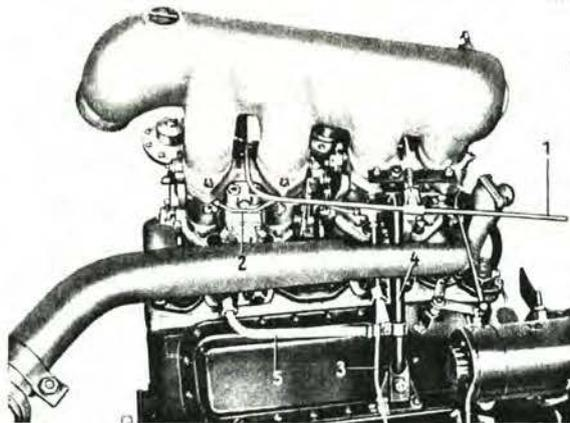

Bild 01-4/6
2. Die Strebe (4) zur Abstützung der Vergaseranlage am Luftsaugrohr (Bild 01-4/6) und die Sechskantmutter vom Luftsaugrohr abschrauben.
3. Die Schnappverschlüsse (5) am Luftfilter öffnen, den Gummischlauch (4) vom Entlüftungsrohr der Zylinderkopfhaube lösen und das Filteroberteil (3) zusammen mit dem Luftschlauch (2) und dem Luftsaugrohr (1) abnehmen (Bild 01-4/7). Auf die Dichtbeilagen zwischen Luftsaugrohr und Vergaser achten!